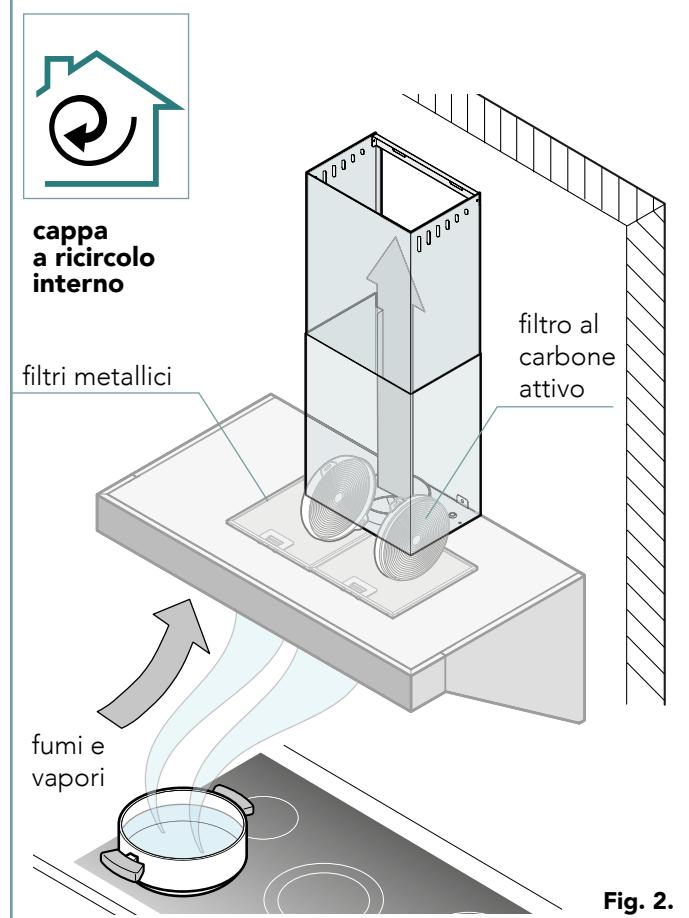

Fig. 2.
vengono ulteriormente purificati attraverso uno o più filtri al carbone attivo, prima di reimmettere l'aria pulita nell'ambiente tramite delle feritoie localizzate nella parte superiore del camino (cappa filtrante o a ricircolo interno - **Fig. 2.**).
**filtro al carbone attivo**: è presente soltanto nella cappe che utilizzano il ricircolo interno (**Fig. 2**) e deve essere rimosso dalla sede e **sostituito** ogni 3-4 mesi circa, a seconda dell'utilizzo della cappa.